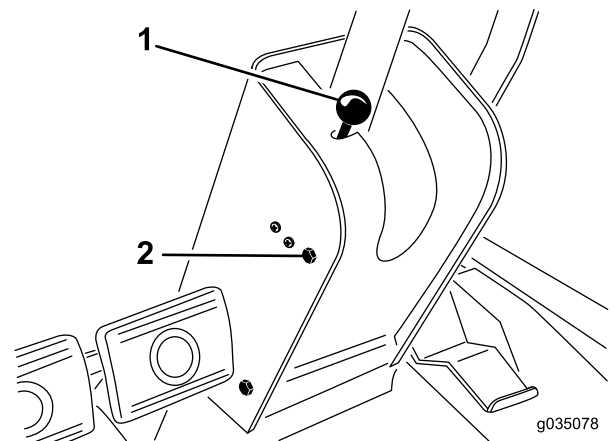

Figure 29
1. Retirez le pommeau de la tige du frein de stationnement et les vis du couvercle de la colonne de direction (Figure 29).